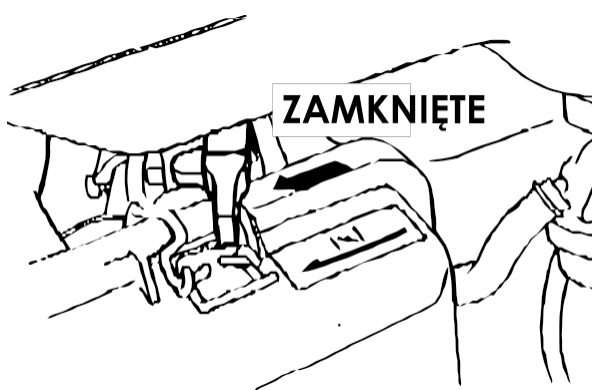

Fig. 4
3. Deplasați maneta de aspirare situată în partea superioară a filtrului de aer spre stânga **Fig. 4**.